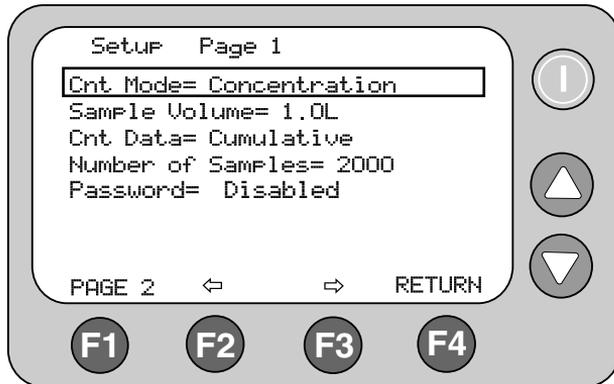

图 5. 设置屏幕 1
Setup Screen 1 (设置屏幕 1) 显示，见图 5。
2. 用 **▲** 和 **▼** 键向上移动经过各个参数。用 **F2** 键 (左箭头) 和 **F3** 键 (右箭头) 在被选中的各个屏幕条目内导航。见图 5 和 6。